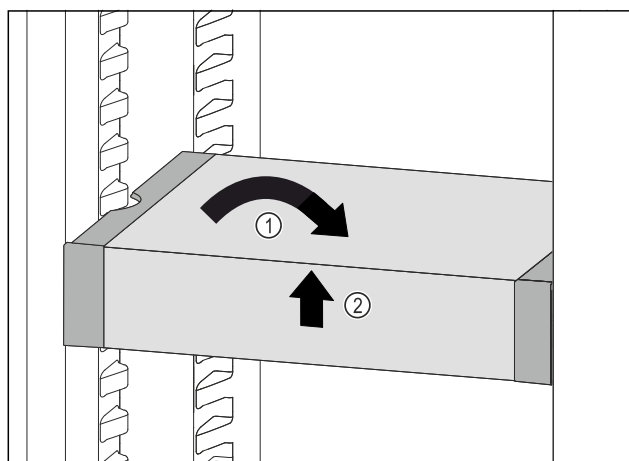

Fig. 117
- VarioSafe postavte rovno. Fig. 117 (1)
- VarioSafe nadvihnite vpredu. Fig. 117 (2)